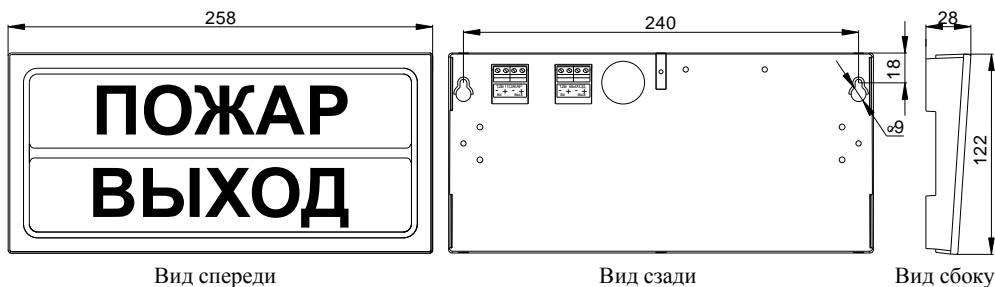

Рис.1 Внешний вид, габаритные и установочные размеры корпуса оповещателя
Габаритные размеры, мм	см. рисунок 1
- согласно установочным размерам (см. рисунок 1) просверлить в стене отверстия, вставить в них дюбеля и вкрутить шурупы;